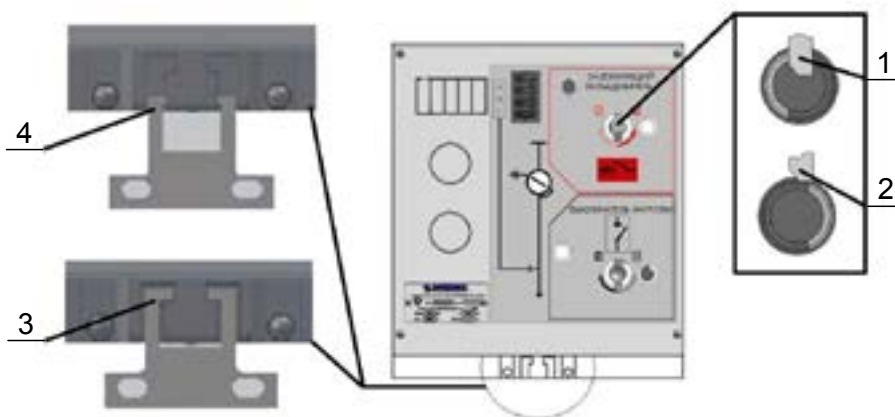

Рисунок 31 - Внешняя блокировка
- Внешняя блокировка препятствует отключению заземлителя аппарата при отсутствии механического воздействия от внешнего устройства через деблокирующую планку (рисунок. 31, положение 3). В то же время, когда аппарат не заземлен, блокировка препятствует удалению деблокирующей планки (положение 4). Данная блокировка может применяться для блокирования двери КРУ (КСО) при снятом заземлении и для блокирования снятия заземления при открытой двери КРУ (КСО).